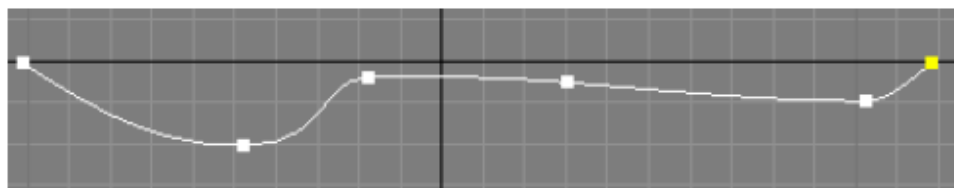

Рис. 6.9. – Базовый сплайн для ложки в окне проекций Тор (Вид сверху)
1) Создайте сплайн, как показано на рис. 6.9.